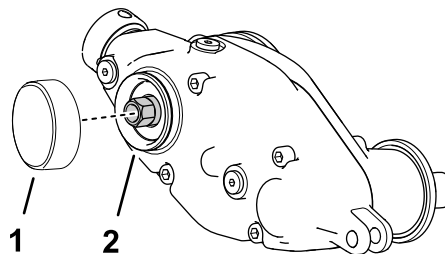

Figura 14
1. Applicate un composto di fissaggio a legame cilindrico di media resistenza (come Green Loctite 609®) attorno alla scanalatura dell'anello a scatto e alla superficie del diametro esterno (Figura 14).
2. Montate il tappo come nella figura Figura 14.